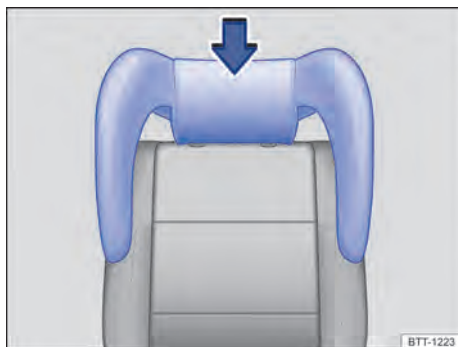

Fig. 63 Cadeira de criança integrada: instalar os apoios para cabeça laterais.
A cadeira de criança integrada pode vir equipada com um *apoio para cabeça com proteções laterais* → Fig. 63.
- Inserir o apoio para cabeça da cadeira de criança nas guias do respectivo encosto do banco traseiro até que o apoio para cabeça se trave com segurança → Fig. 63.